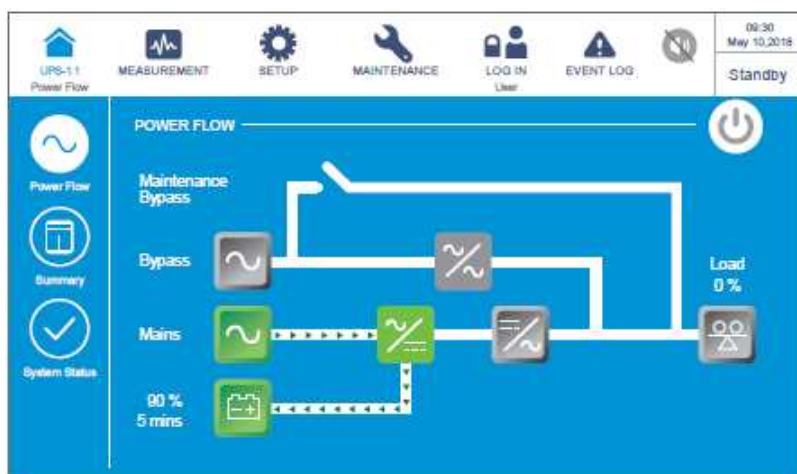

Рисунок 6-59: Экран режима ожидания
- 3 После выбора **YES** (ДА) ИБП отключит инвертор и прекратит подачу питания с силовых модулей. Поскольку в режиме преобразования частоты нет байпасного выхода питания, питание будет прекращено сразу после выключения инвертора. В этот момент силовые модули продолжают заряжать батареи, трехцветный светодиодный индикатор горит желтым и появляется следующий экран (**Рисунок 6-59**). Расположение трехцветного светодиодного индикатора см. на **Рисунке 2-12**.